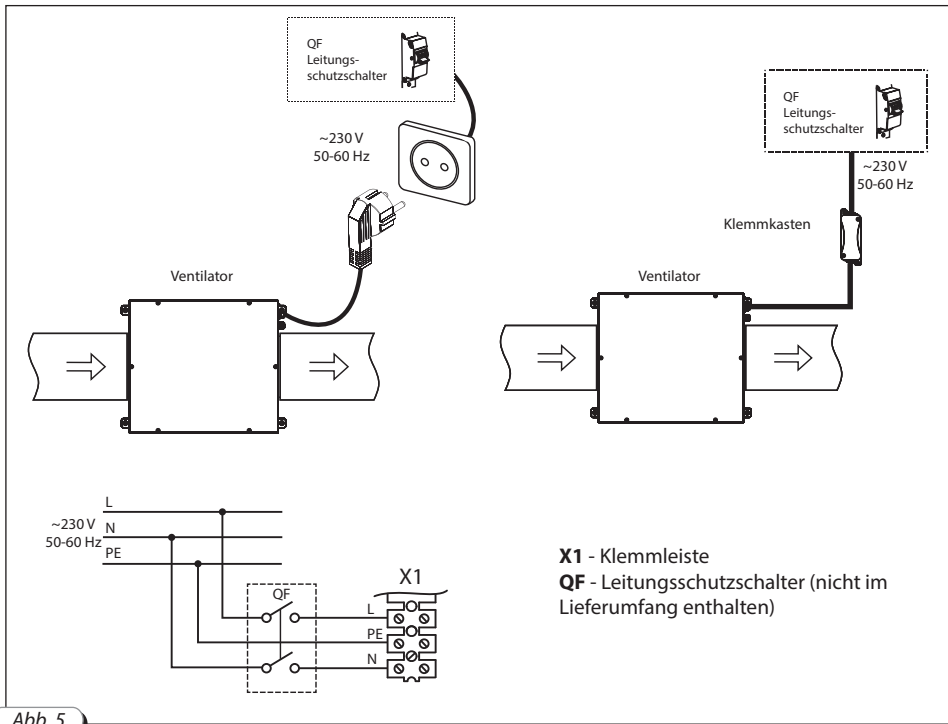

Abb. 5
- Die Leitungen in Übereinstimmung mit dem Schaltplan und Klemmenmarkierung an die Klemmleiste anschließen, Abb. 5. Hierfür die Leitungsenden in die Metallteile der Klemmen einsetzen und diese mit Schrauben fixieren.
Im Falle des Netzanschlusses über den Klemmkasten sind das Schaltplan und die Klemmenmarkierung identisch, Abb. 5.